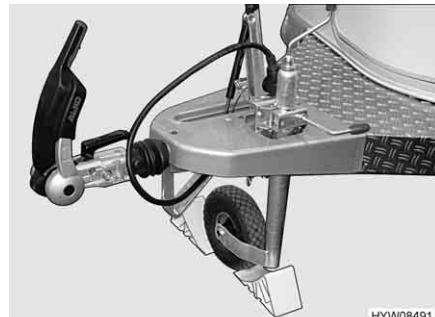

Fig. 135 Assicurare il carrellino
- Posizionare il carrellino perpendicolare rispetto alla direzione di marcia e assicurarlo con mezzi idonei (Fig. 135).